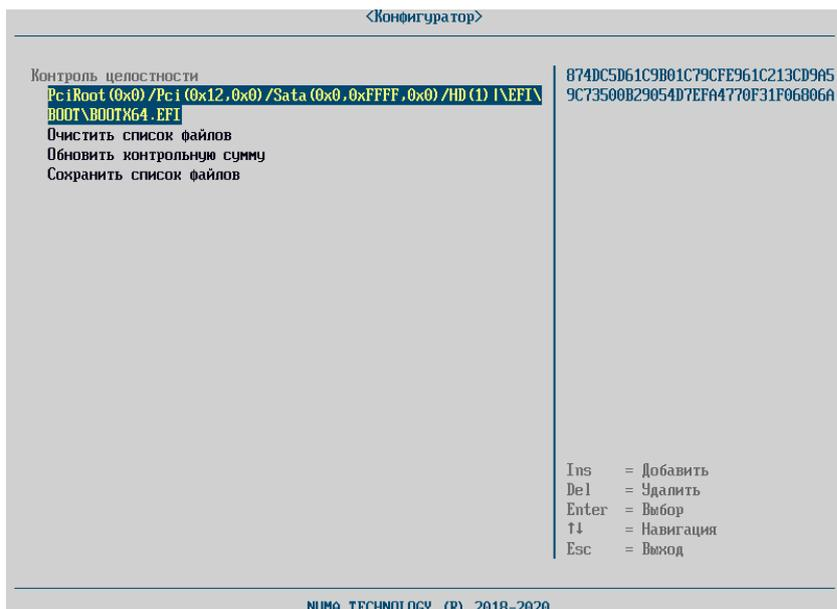

Рисунок 24 – Настройка контроля целостности
«Конфигуратор» → «Профиль загрузки» → «Контроль целостности» (см. рисунок 24).
- выбрать требуемый файл и нажать «Enter» – файл появится в списке добавляемых файлов, справа будет выведена его контрольная сумма (см. рисунок 24);